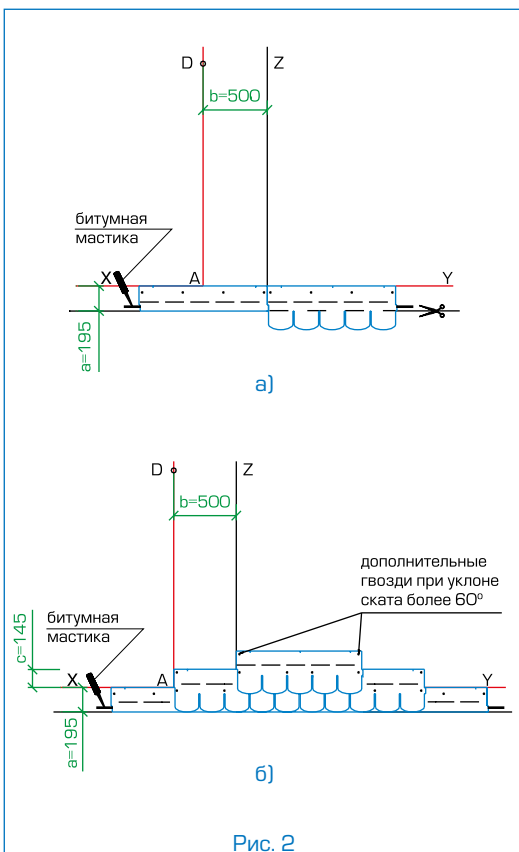

Рис. 2
Укладка материала (рис. 2)
- Начальный ряд формируется из листов черепицы АНТИК обрезанных по линии образованной конечными точками вырезов. Полученные таким образом полосы шириной 19,5 см укладываются по линии карниза в обе стороны от линии Z (рис. 2а) и фиксируются по нижнему краю битумной мастикой, а по верхней кромке 4 гвоздями (ось гвоздей на 5 см ниже верхнего края полосы);
- далее первый ряд черепицы укладывается от линии AD (рис. 2б);
- второй ряд укладывается от линии Z (со смещением 50 см от AD) (рис. 2б);
Каждый лист черепицы АНТИК крепится 4 гвоздями (ось гвоздей на линии битумных клеевых полос) таким образом, чтобы гвоздь прошивал и верхний край нижележащего листа черепицы (рис. 2б).